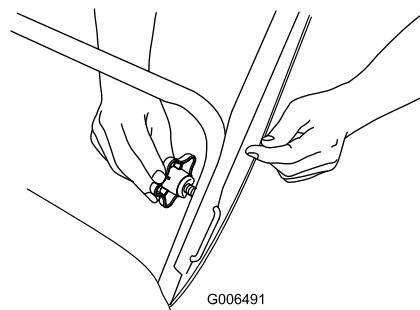

Figure 5
1. Dispositifs de blocage en "U" (2) 2. Boutons de guidon
2. Insérez le dispositif de blocage en "U" dans le trou libre du guidon et serrez fermement les boutons du guidon (Figure 5).